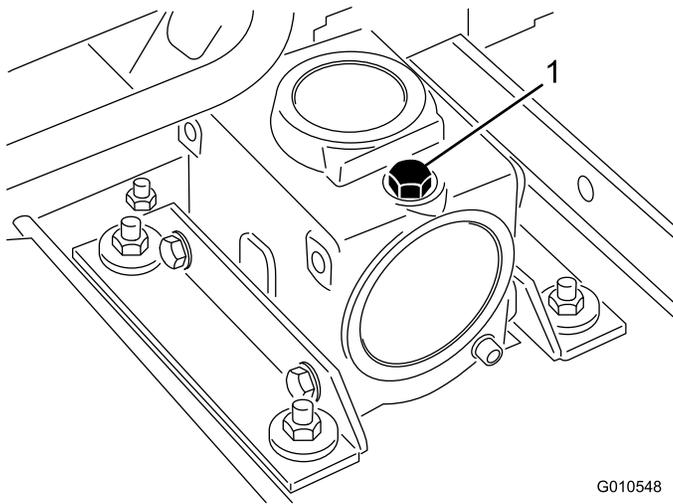

Figure 24
2. Placez la machine et l'unité de coupe sur une surface plane et horizontale, et abaissez l'unité de coupe. Retirez le bouchon de remplissage-jauge au sommet du boîtier d'engrenages (Figure 24) et vérifiez que le niveau d'huile se situe entre les repères sur la jauge. Si le niveau est trop bas, faites l'appoint avec de l'huile pour engrenages SAE 80-90W jusqu'à ce que le niveau se situe entre les repères. La capacité du boîtier d'engrenages est de 283 ml.